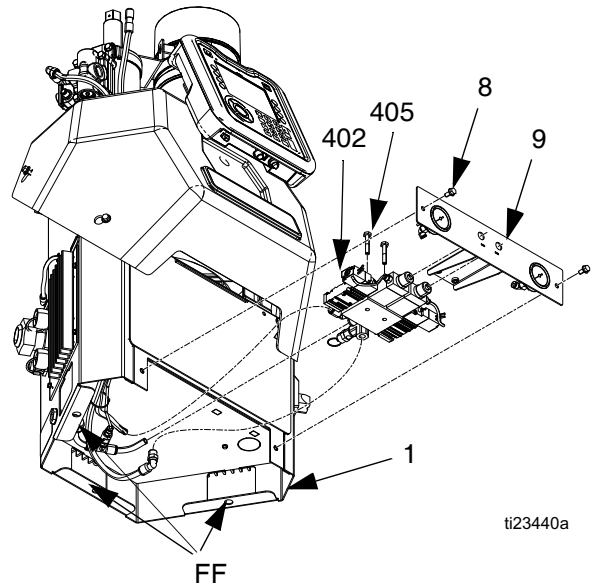
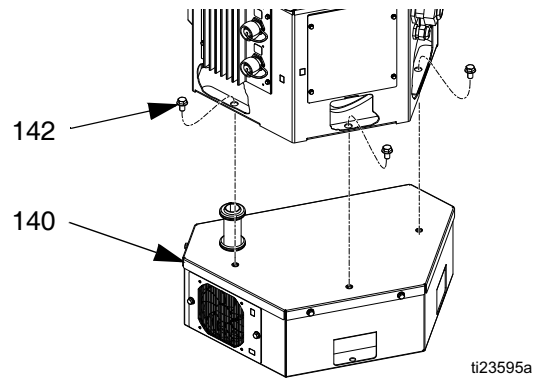

ABB. 50
ABB. 51
Demontage (siehe **ABB. 50**)
4. Die vordere Zugangstür (10) vom Schaltkasten (1) entfernen.
5. Die Transformatoreinheit entfernen; nur bei 480V-Systemen (siehe **ABB. 51**):
- b. Drei Schrauben (142) und InvisiPac-System von Transformatoreinheit (140) entfernen.
6. Mit 3/8"-Steckschlüssel zwei Schrauben (8) entfernen.
8. Hände durch die Zugangsöffnungen (FF) auf der Unterseite des Schaltkastens führen (siehe **ABB. 50**), dann die Luftleitungen von den Luftregler-Magnetventilen (402) trennen.
10. Zwei Schrauben (405) entfernen, die Magnetventile (402) an der Luftreglereinheit (9) sichern, dann die Luftregler-Magnetventile entfernen.
Wiedereinbau (siehe **ABB. 50**):
1. Mit zwei Schrauben (405) die neuen Magnetventile (402) an der Luftreglereinheit (9) sichern.
3. Hände durch Zugangsöffnungen (FF) auf der Unterseite des Schaltkastens führen (siehe **ABB. 50**), dann Luftleitungen mit Luftreglermagnetventilen (402) verbinden.
4. Die Luftreglereinheit (9) einschieben, dann mit zwei Schrauben (8) am Schaltkasten (1) sichern.
5. Bei 480V-Systemen: Transformatoreinheit (140) mit Schrauben (142) installieren und Transformatordrähte wieder an J2-Anschluss auf AWB und Hauptnetzschalter anschließen.